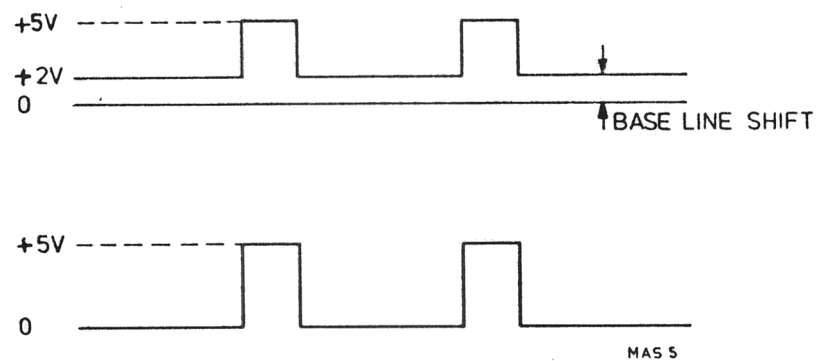

Abb. VI-2. Nullpegelverschiebung
- Regler BASE LINE OFFSET drehen und Verschiebung des Nullpegels beobachten, vgl. Abb. VI-2.